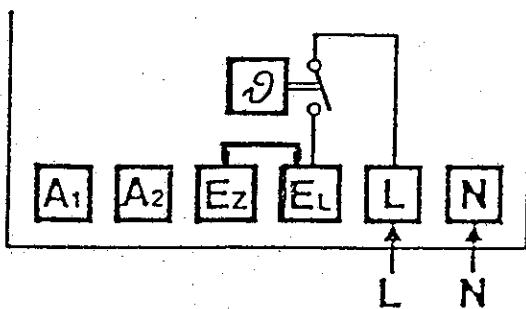

Fig.7
- le ponct EZ-EL doit être placé avec le thermostat incorporé TIAD30 et thermostat murale TMAD16 (voir fig. 7 et 8).